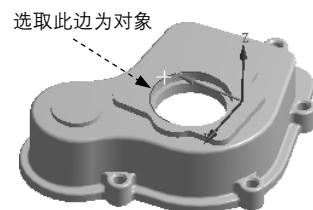
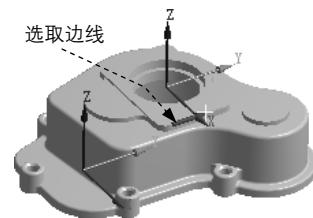

图 2.7.4 定义原点几何参考
图 2.7.5 定义主轴
步骤 03 定义原点。在 **Origin** 区域中单击以激活 **Geometry** 后的文本框，选取图 2.7.4 所示的圆孔圆弧边线为参考，单击  按钮确认，其他参数采用系统默认设置。
(1) 定义轴名称。在 **Principal Axis** 区域的 **Axis** 下拉列表中选择  选项。
(2) 定义方式。在 **Define By** 下拉列表中选择 **Geometry Selection** 选项。
(3) 选取原点参考。单击以激活 **Geometry** 后的文本框，选取图 2.7.4 所示的模型边线为对象，调整箭头方向，如图 2.7.5 所示，并单击  按钮确认。